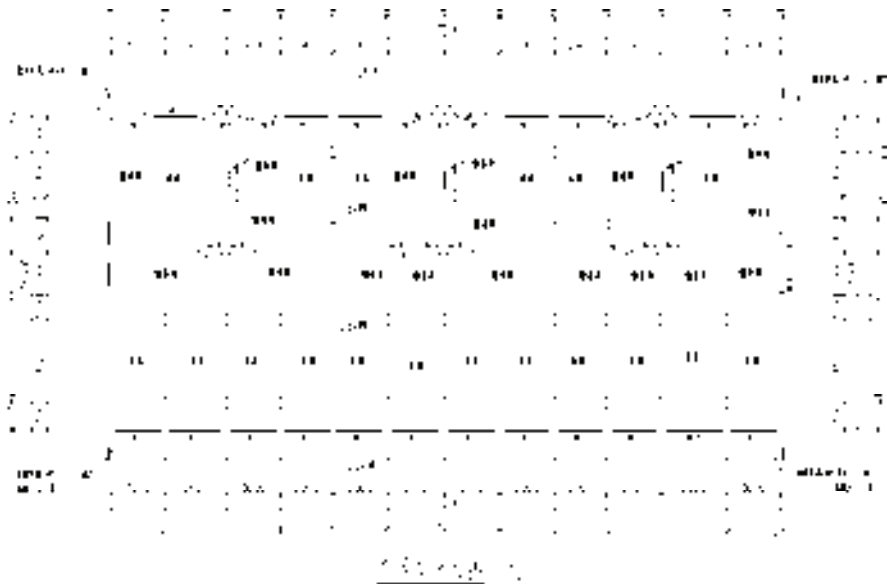

图 14-43 图名标注
11) 点取图名标注的插入位置, 绘制结果如图 14-43 所示。